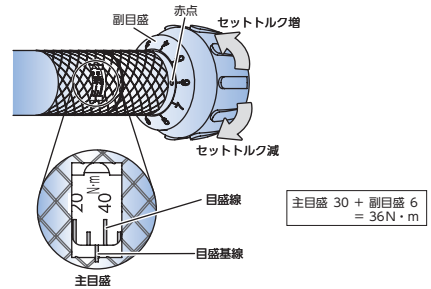

図4
- ① 主目盛を見ながら、副目盛を回し30N・mの目盛線が、目盛線に近づいたら副目盛を確認します。次に副目盛の0を赤い点に合わせます。セットトルク30N・mになります。(図4)
- ② 副目盛を見ながら、右方向(プラス方向)に回し、副目盛の6を赤い点に合わせます。セットトルク36N・mになります。